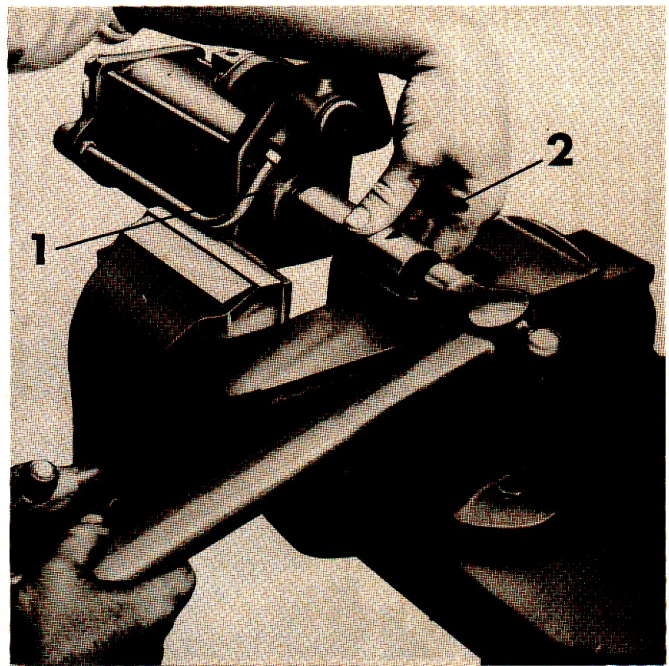

FIGURE 65 : Pose du râcleur d'huile — 1 = Râcleur, 2 = Manchon.
6. A l'aide d'un manchon creux approprié à rebord arrondi, monter le râcleur de la tige de piston (Figure 65).